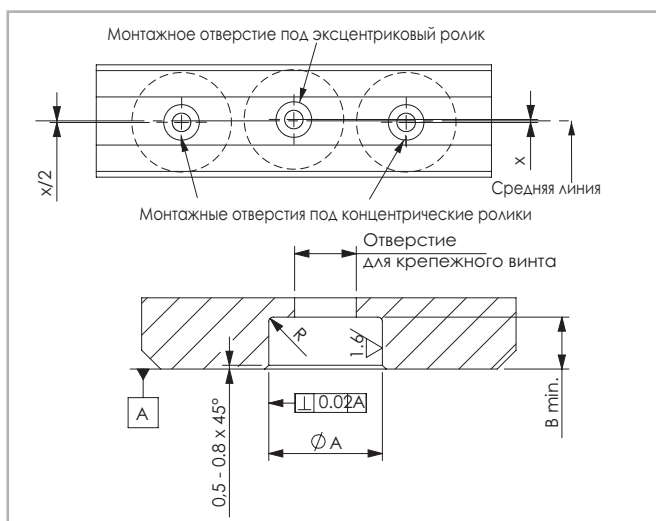

Рис. 62
- Обеспечить монтажные допуски под установку роликов с осями согласно рис. 62 и табл. 30.